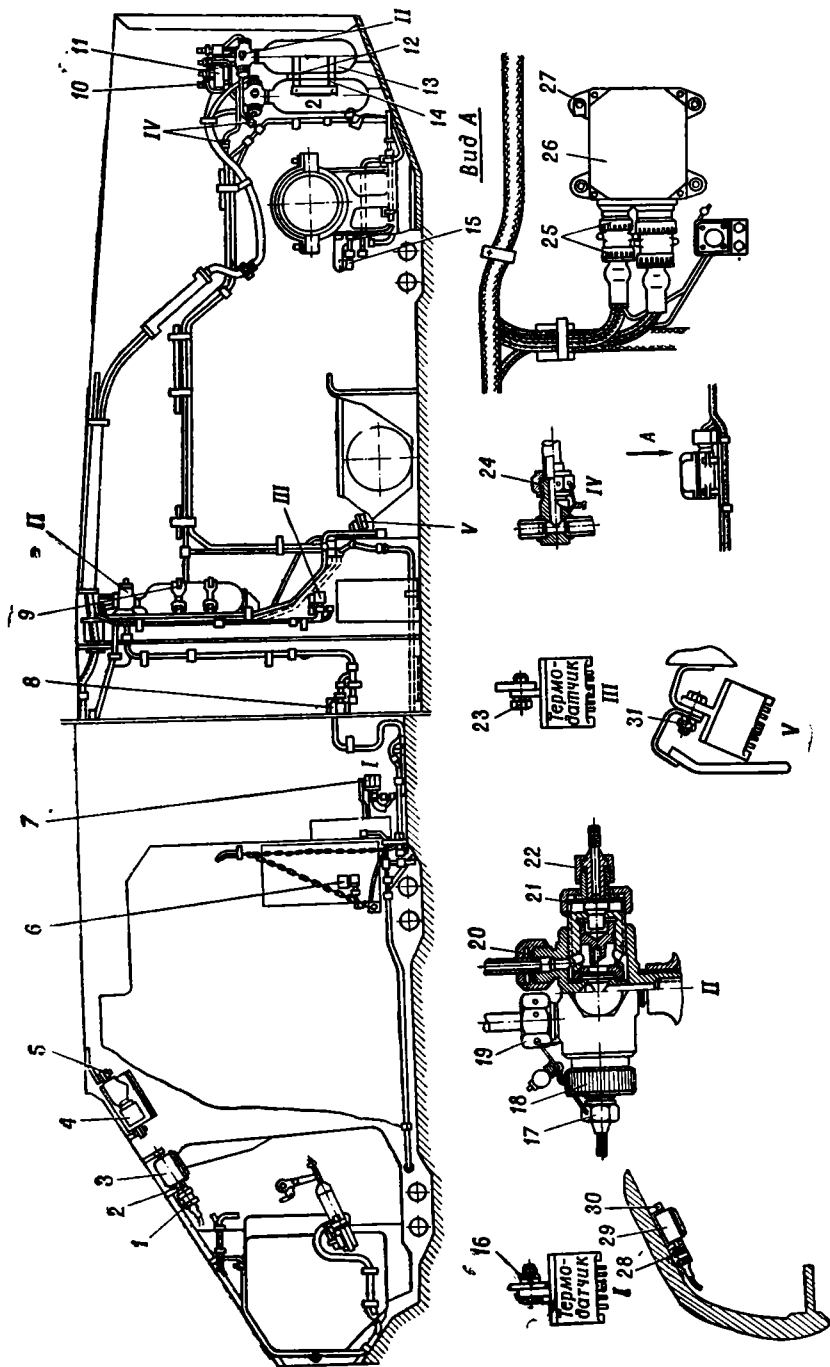

Рис. 65. Установка противопожарного оборудования:
3. Вывернуть болты и снять правый направляющий щиток вентилятора. Расшплинтовать и отвернуть накидные гайки 18, 21 (рис. 65), отсоединить провода от баллонов и отвести их в сторону.
2. Расшплинтовать и отвернуть накидные гайки 18 и 21 (рис. 65), отсоединить провода от баллона и отвести их в сторону.
1. Поочередно установить баллоны № 1 и 2 на место и закрепить их планками 14 (рис. 65), подложив под головки болтов пружинные шайбы. Установить стопорную планку и закрепить болтами с пружинными шайбами.
2. Присоединить к баллону трубки с уплотнительными кольцами 20 (рис. 65) и закрепить их накидными гайками 19.
3. Расшплинтовать и отвернуть накидные гайки 24 (рис. 65, IV) и разъединить трубки. Расшплинтовать и отвернуть накидные гайки 10, 19, снять трубки и уплотнительные кольца 20.
2. Установить трубки, присоединить их с уплотнительными кольцами 20 (рис. 65) к клапанной коробке и баллонам и закрепить накидными гайками 10, 19. Соединить трубки и закрепить их накидными гайками 24. Накидные гайки зашплинтовать.
Расшплинтовать, отвернуть накидную гайку штепсельного разъема и отсоединить провод от термодатчика. Отвернуть гайки 16 (рис. 65, I), снять болты и термодатчик.
Установить термодатчик на кронштейн и закрепить болтами с гайками 16 (рис. 65, I) с пружинными шайбами. Присоединить провод, завернуть и зашплинтовать накидную гайку штепсельного разъема.
Вывернуть болты 5 (рис. 65) крепления корпуса автомата 4 к бонкам переднего наклонного листа. Расшплинтовать, отвернуть накидные гайки штепсельных разъемов, отсоединить провода и снять автомат системы.
Присоединить провода к автомату 4 (рис. 65), завернуть и зашплинтовать накидные гайки штепсельных разъемов. Установить корпус автомата 4 на бонки переднего наклонного листа и закрепить болтами 5 с гладкими пружинными шайбами.
Расшплинтовать, отвернуть накидные гайки 25 (рис. 65, вид А) штепсельных разъемов и отсоединить провода от коробки 26. Вывернуть болты 27 и снять коробку.
Присоединить провода к коробке 26 (рис. 65, вид А), завернуть и зашплинтовать накидные гайки 25 штепсельных разъемов. Установить коробку 26 на бонки левого борта корпуса и закрепить болтами 27 с пружинными шайбами.
Расшплинтовать, отвернуть накидную гайку 1 (рис. 65) штепсельного разъема и отсоединить провода от коробки 3 управления вентилятором. Вывернуть болты 2 и снять коробку.
Установить коробку 3 (рис. 65) управления вентилятором на бонки переднего наклонного листа и закрепить болтами 2 с гладкими и пружинными шайбами. Присоединить провода к коробке 3 управления вентилятором, завернуть и зашплинтовать накидную гайку 1 штепсельного разъема.